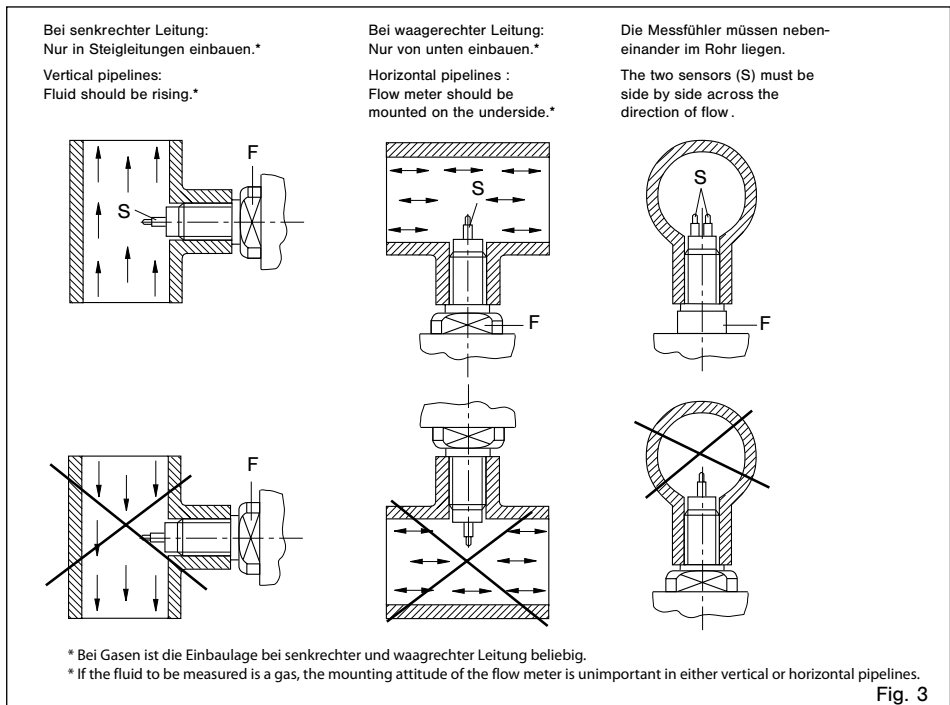
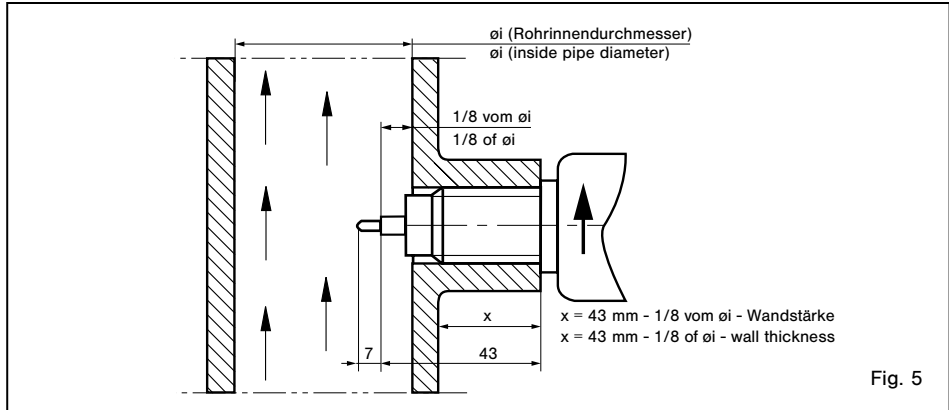

Fig. 3
Fig. 5
- 2 Den Einbauort wie folgt wählen (siehe Fig. 3):
- 2 The flow meter should be installed in the pipe in accordance with the following conditions (see fig. 3):
Die beiden Messfühler (S) müssen im eingebauten Zustand nebeneinander im Strömungsmedium liegen. Dies ist der Fall, wenn die Schlüsselansatzflächen (F) parallel zur Rohrleitung stehen (siehe Fig. 3). Bis 56 mm Rohrdurchmesser sollte der Einschraubstutzen bündig mit der Rohrwand sein. Größer 56 mm Rohrdurchmesser sollte die Fühlermitte (schräger Absatz) auf 1/8 des Rohrdurchmessers eingeschraubt werden. Der Pfeil (Laserbeschriftung) an der Seite des Gehäuses muss in Strömungsrichtung zeigen (siehe Fig. 5).
The two sensors (S) of the flow meter must be aligned side by side directly across the direction of flow. The sensors are correctly positioned when the wrench flats (F) are aligned parallel with the pipe (see fig. 3). For inside pipe diameters up to 56 mm (2.2 in) the shaft end should be in line with the inner pipe wall. For inside pipe diameters above 56 mm (2.2 in) the shoulder of the two sensors (7 mm (0.28 in) from the tip) should be positioned at 1/8 of inside pipe diameter $\varnothing i$. The arrow (laser marking) at the side of the housing must show in direction of flow (see fig. 5).
Die beiden Messfühler (S) müssen im eingebauten Zustand nebeneinander im Strömungsmedium liegen. Dies ist der Fall, wenn die Schlüsselansatzflächen (F) parallel zur Rohrleitung stehen (siehe Fig. 3). Die Fühlermitte (schräger Absatz) sollte bei 1/8 des Rohrinneindurchmessers positioniert werden. Der Pfeil (Laserbeschriftung) an der Seite des Gehäuses muss in Strömungsrichtung zeigen (siehe Fig. 7).
The two sensors (S) on the flow meter must be aligned side by side directly across the direction of flow. The sensors are correctly positioned when the wrench flats (F) are aligned parallel with the pipe (see fig. 3). The shoulder of the two sensors (7 mm (0.28 in) from the tip) should be positioned at 1/8 of inside pipe diameter $\varnothing i$. The arrow (laser marking) at the side of the housing must show in direction of flow (see fig. 7).